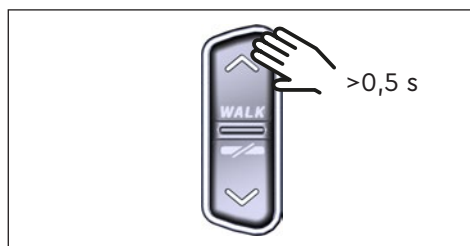

Fig. 9: Attivazione del walk assist
- ▶ Quando l'e-bike è ferma, prema il pulsante UP sul Remote per più di 0,5 s (vedere Fig. 9) per attivare il walk assist.